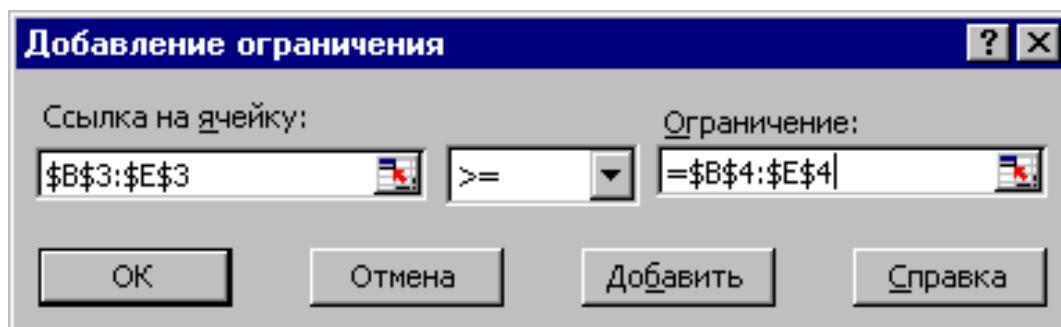

Рис. 1.7. Добавление условия неотрицательности переменных задачи (1.1)
- Нажмите кнопку «Добавить», после чего появится окно «Добавление ограничения» (рис.1.7).